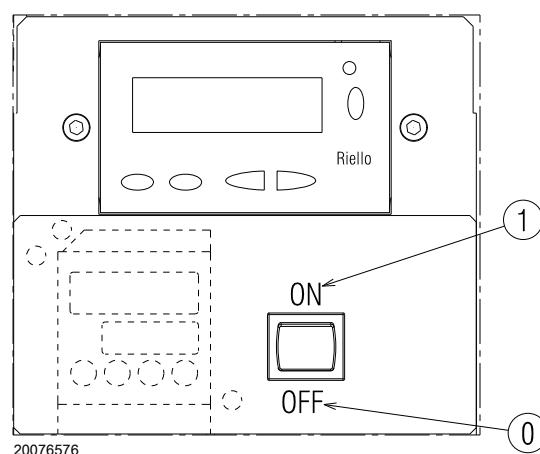

图 30
闭合温控器 / 压力开关，旋转图 30 的开关至位置“1/ON”。
- 将图 30 中的开关 1) 置于位置“0/OFF”处，并等待控制器启动停机程序；